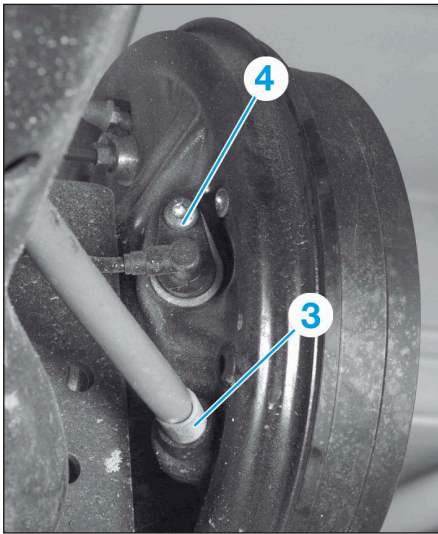

FIG.34
- Dégrafer les gaines (3) des câbles de frein de stationnement des plateaux de frein (Fig.34).
- Dégrafer et déposer les capteurs de vitesse de roue (4).